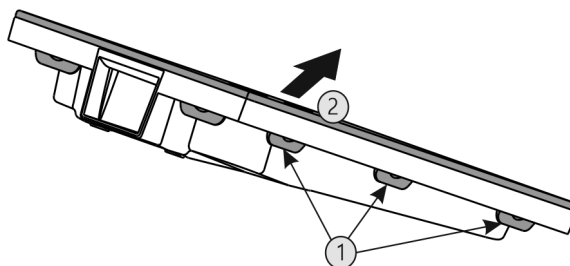

Fig. 69
- ▶ Последовательно нажать на все накладки Fig. 69 (1) и снять крышку Fig. 69 (2).